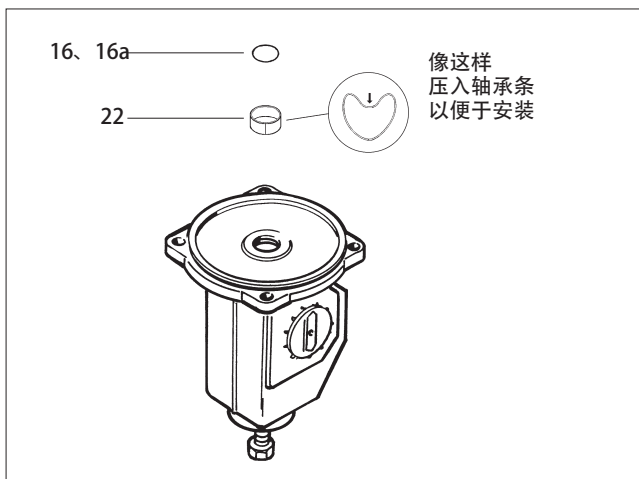
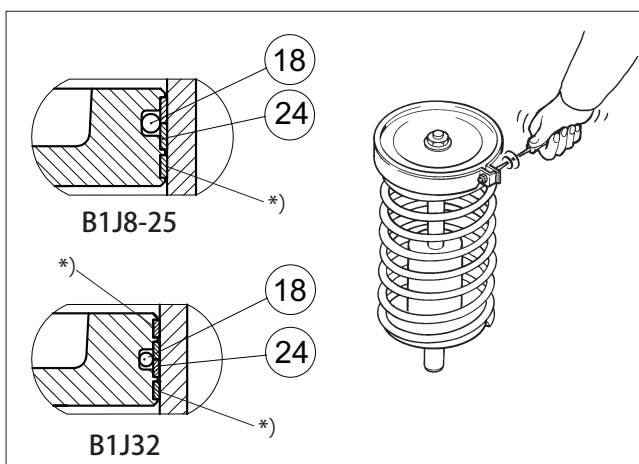
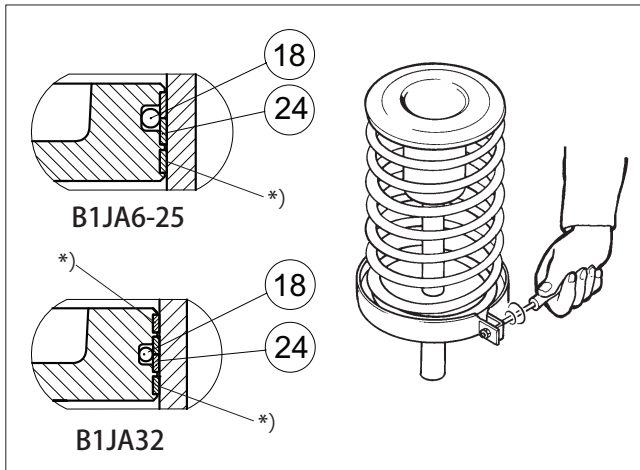

图.11 安装活塞杆轴承和密封件
图.12 用锁紧环紧固活塞密封件
图.18 用锁紧环紧固活塞密封件
- 使用 Unisilikon L250L 或同等硅脂润滑密封空间和新的 O 型圈 (16、16a)。使用 Cortec VCI-369 润滑密封空间。安装新轴承 (22) 和 O 型圈 (16、16a)，参见图 11。
- 安装位于活塞密封件下方的 O 型圈 (18)。
- 在活塞周围放置活塞条 (24)，使条带末端位于相对两侧。按图 12 所示用锁紧环拉紧条带。标有星号的条带可剪短 1.5 至 3 mm 以便于组装。
- 拆下气缸底座侧的限位螺钉 (27)。
- 从气缸底座 (6) 侧拆下气缸紧固螺钉 (31)。将气缸连同端部一起吊下。
- 拆下外壳盖 (2)。
- 充分转动连杆机构（通过向气缸供给足够压力）以露出轴承单元紧固螺钉 (29)。
- 拆下活塞杆密封件 (16、16a) 和轴承 (22)。清理密封空间。
- 使用 Unisilikon L250L 或 Molykote III 密封空间和新的 O 型圈 (16、16a)。使用 Cortec VCI-369 润滑密封空间。安装新轴承 (22) 和 O 型圈 (16、16a)，参见图 11。
- 在活塞周围放置活塞密封件 (24)，使条带末端位于相对两侧。按图 18 所示用锁紧环拉紧条带。标有星号的条带可剪短 1.5 至 3 mm 以便于组装。